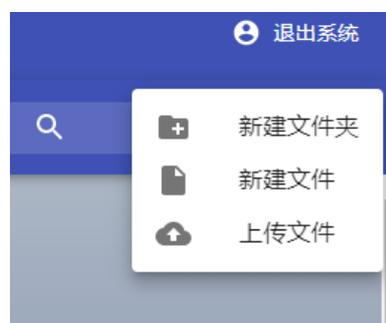

图 11-6：按钮相关操作
1. 点击右上方按钮菜单，可以新建文件夹，上传文件，新建文件，如图 11-6 所示。